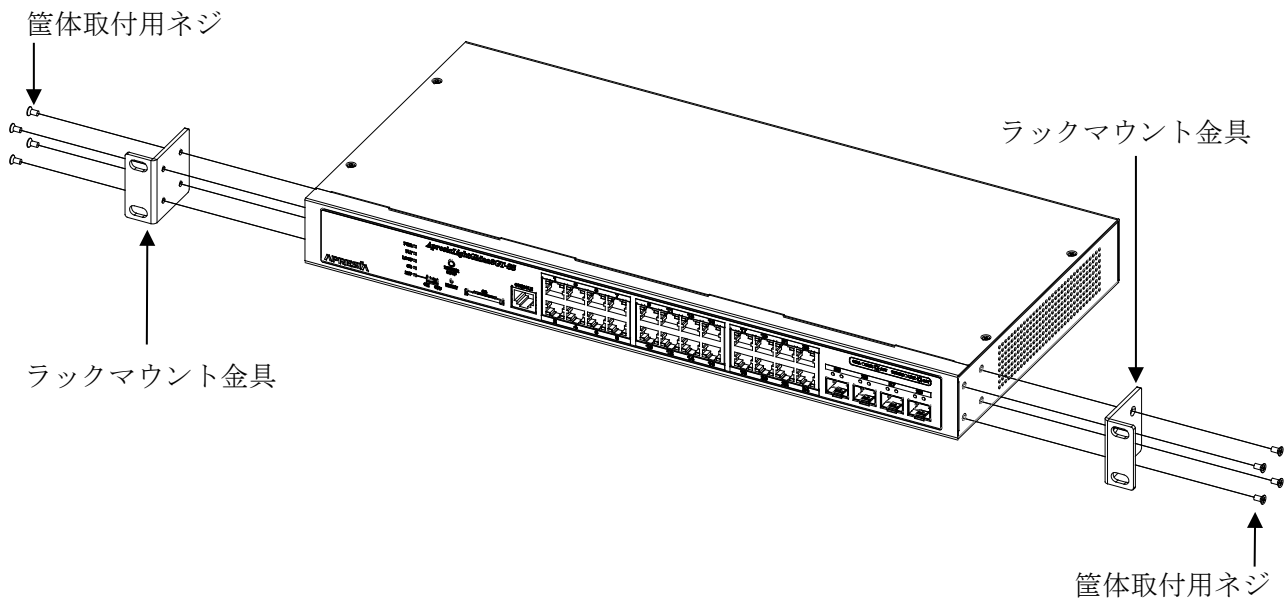

図 3-4 ラックマウント金具の取り付け方法
- (1) 筐体取付用ネジを用いてラックマウント金具を本体に取り付けます。金具の向きは図 3-4 を参照してください。
- (2) ラック取付用ネジを用いてラックマウント金具をラックに固定してください。